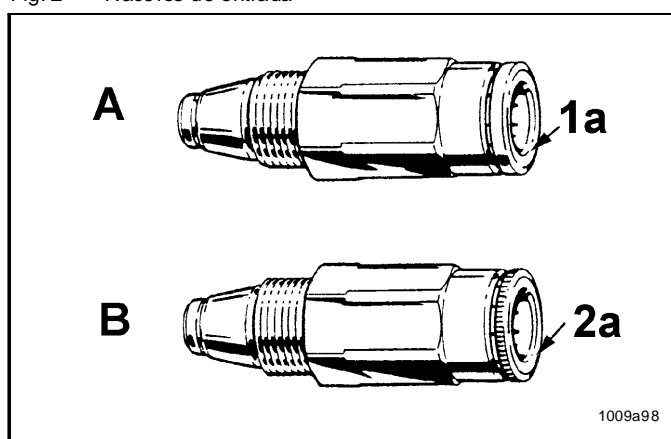

Fig. 3 Diferencias de las válvulas de retención
Utilizar válvula de retención (A, Fig. 3) con pinzas reforzadas 1a y collar liso (nº de ref. 226-14091-4).